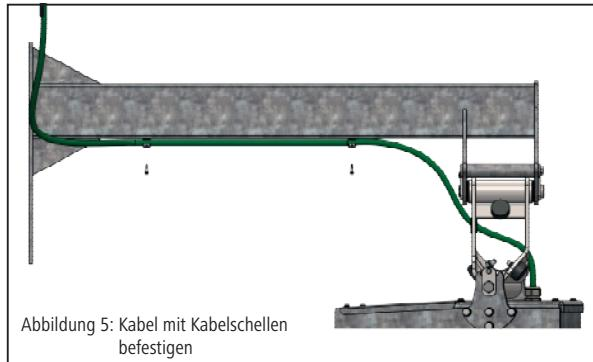

Abbildung 5: Kabel mit Kabelschellen befestigen
- Motorkabel am Hängearm mit Schellen und selbstschneidenden Schrauben befestigen (Abb. 5).